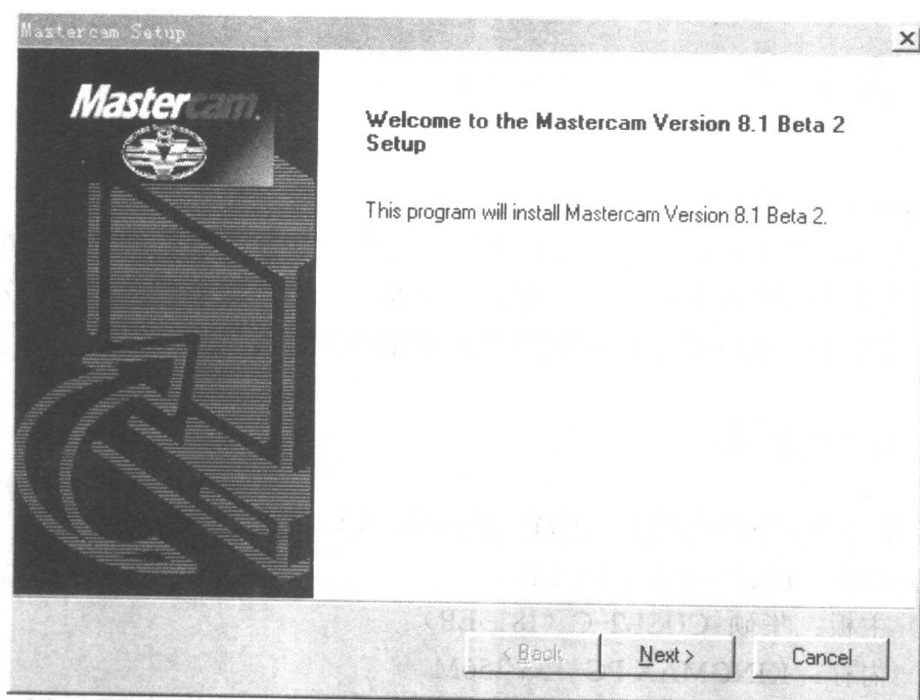

图1-1 Mastercam 安装界面之一
1) 将 Mastercam V8.1 的安装光盘放入 CDROM, 会自动执行安装。如果安装光盘不会自动执行安装, 请直接执行光盘上的 Setup.EXE 文件。出现如图 1-1 所示的安装界面。